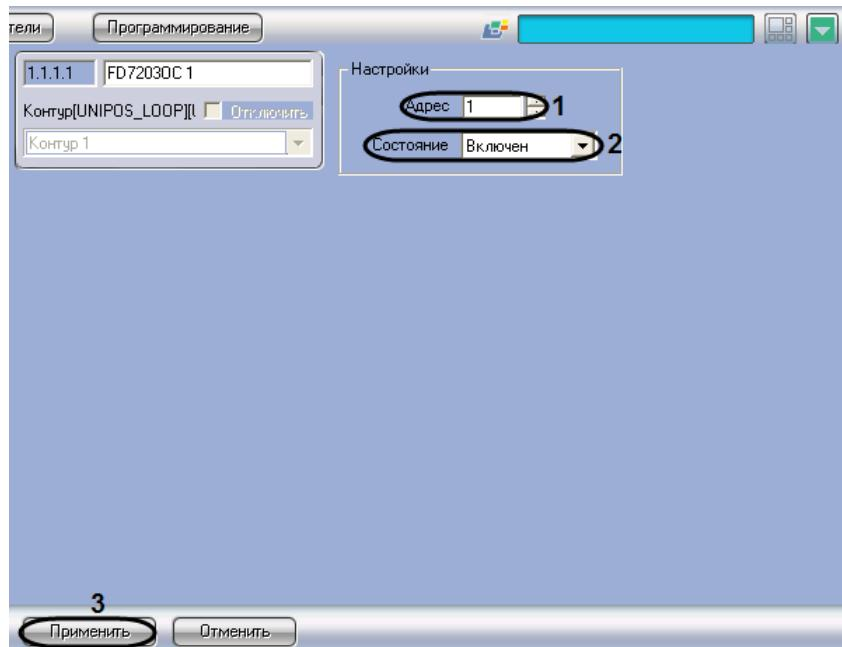

Рис. 3.6-9 Задание параметров адресного модуля FD7203OC
- Перейти на панель настройки объекта **FD7203OC** (Рис. 3.6-9).
- В поле **Адрес** ввести с помощью кнопок **вверх-вниз** адрес модуля *FD7203OC* в CAN-сети *OPC Unipos* (см. Рис. 3.6-9, 1).
- Из раскрывающегося списка **Состояние** выбрать состояние (**включен/выключен**) модуля *FD7203OC* (см. Рис. 3.6-9, 2).
- Для сохранения настроек во внутренней базе данных ПК *Интеллект* нажать кнопку **Применить** (см. Рис. 3.6-9, 3).